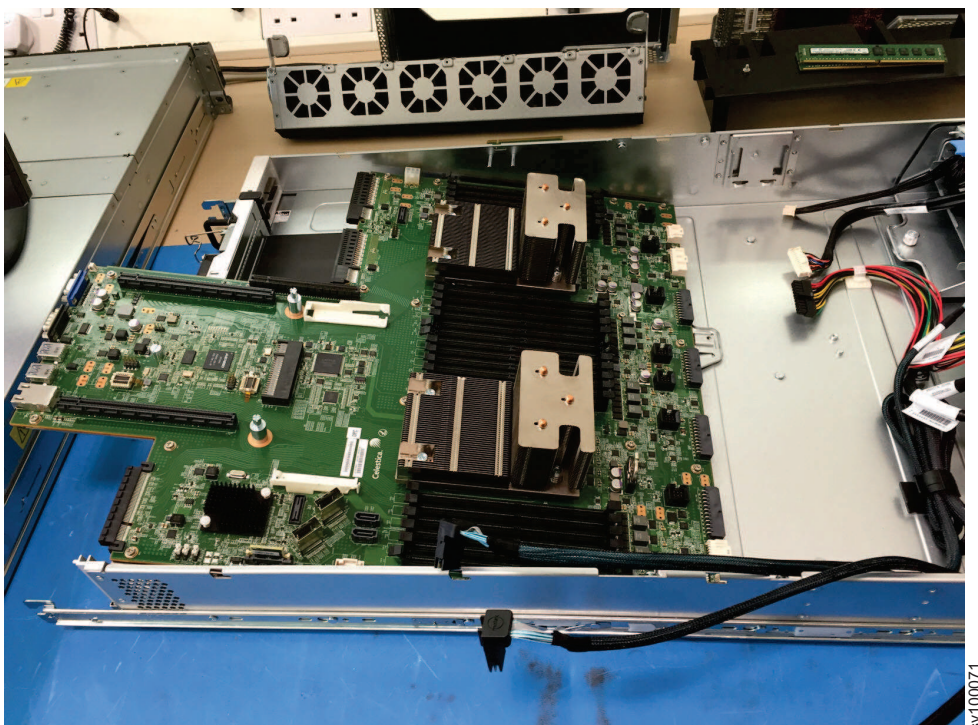

Figura 203. Removendo a placa-mãe do 2145-SV1
17. Empurre a placa-mãe cuidadosamente um pouco para frente para liberá-la. Em seguida, levante a placa-mãe em um pequeno ângulo, conforme mostrado em Figura 203 na página 251.